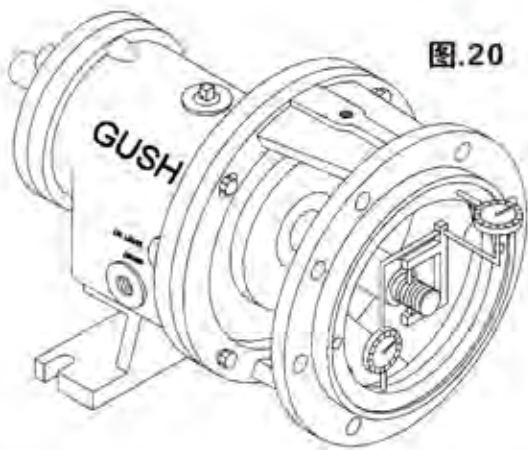

图.20
6. 检查支架移位。旋转轴杆一圈，如果读数变化超过.005英寸，拆卸水泵，找出原因。(图20)